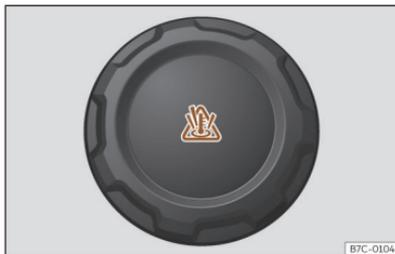

Fig. 192 Vano delantero: tapón del depósito de expansión del líquido refrigerante.
- El depósito de expansión del líquido refrigerante del motor se reconoce por el símbolo que hay sobre la tapa 📖 >>> **fig. 192**